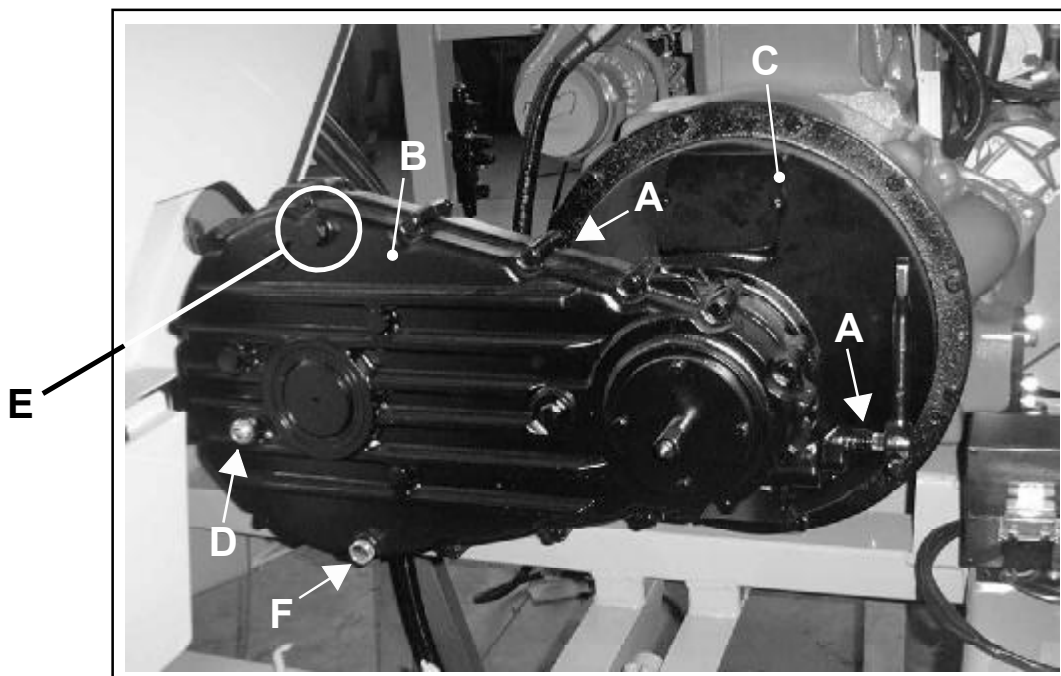

FIG. 25
De controle van de olie in het reduceerventiel (B) moet altijd met een koude motor gedaan worden. U kunt het niveau controleren met behulp van de dop op de carter die naar voren gedraaid is (Fig. 25 - Pos. D).
De dop om olie te vullen is het detail in Pos. E, de dop om te legen is het detail in Pos. F (Fig. 25).
Als de hendel stram is, vet hem dan meerdere malen iets in, zowel wanneer hij in de versnelling staat als wanneer hij niet in de versnelling staat (Fig. 25 - Pos. A), net zo lang de hendel bewegend tot de pook goed vrij beweegt.